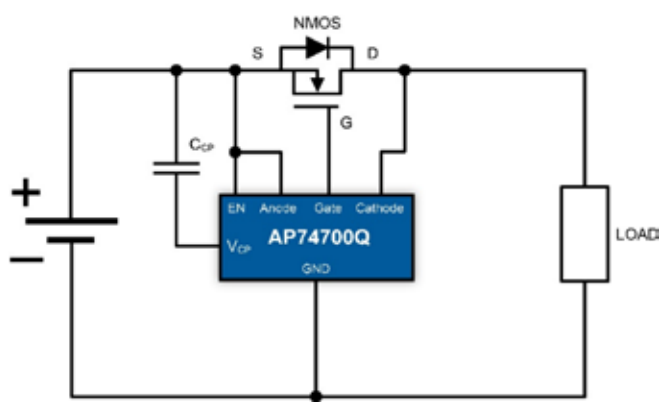

图 4: 采用 N 沟道 MOSFET 和理想二极管控制器，实现高侧输入反向电压保护
2. 采用 N 沟道 MOSFET 电路的理想二极管控制器：理想二极管控制器（例如 Diodes 公司的 AP74700AQ）可主动管理外部 N 沟道 MOSFET，提供高侧 RVP（图 4）。理想二极管使用内部电荷泵驱动 N 沟道 MOSFET 栅极。